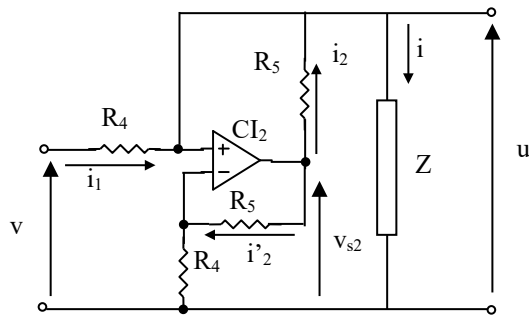

Figure3
Pour la suite, on prendra v de la forme $v = V\sqrt{2} \sin \omega t$ avec $V = 2$ volts et $f = 1$ kHz. Un étage suiveur est intercalé entre l'oscillateur et le montage figure 3 réalisant la source de courant.
2. Source de courant sinusoïdal (figure3)